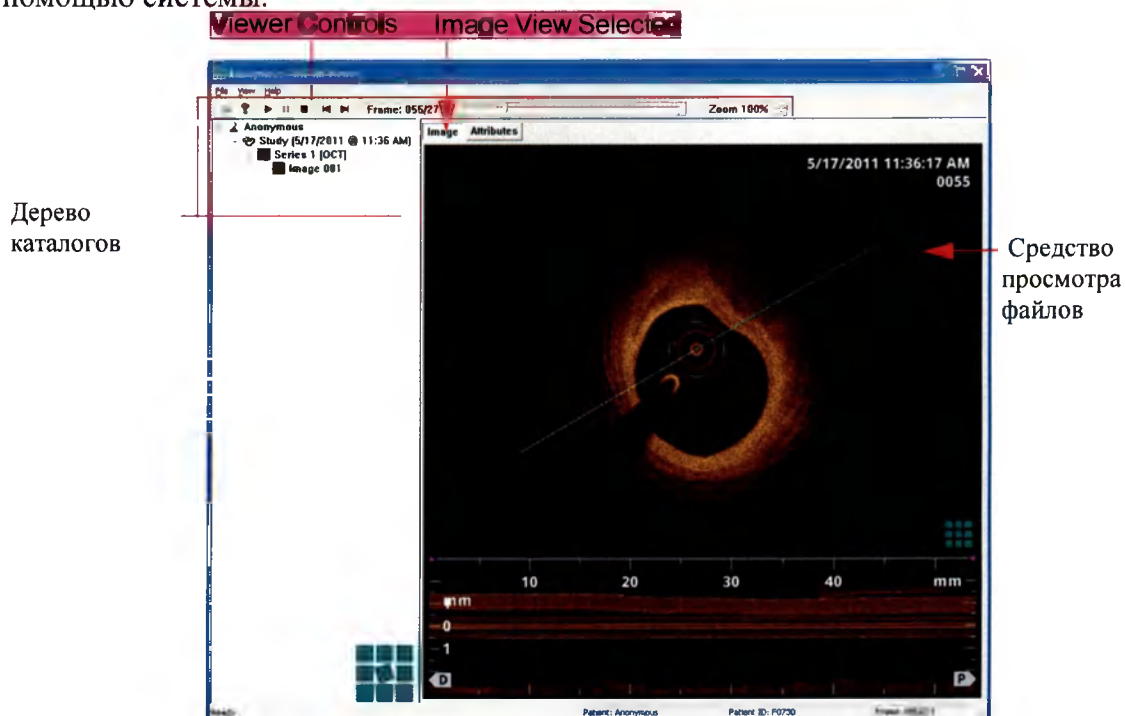

Рисунок 8-5: Средство просмотра изображений St. Jude Medical DICOM Viewer — окно изображений
При экспорте файла изображения на компакт- или DVD-диск в формате DICOM на диск также записывается средство просмотра изображений St. Jude Medical DICOM Viewer (см. рис. 8-5). Затем этот компакт- или DVD-диск DICOM можно свободно распространять и использовать на любых компьютерах с ОС Microsoft Windows (данный компакт- или DVD-диск имеет настройку для автоматического запуска средства просмотра, после того как он вставлен в дисковод). Средство просмотра изображений St. Jude Medical DICOM Viewer может использоваться только для просмотра изображений DICOM на компакт- или DVD-диске с изображениями DICOM, сгенерированными системой St. Jude Medical. Если этот компакт- или DVD-диск будет использоваться на открытом форуме, следует использовать настройку «Anonymous» (анонимно) при экспорте изображения с помощью системы.
- вкладка **Image (изображение)** — содержит изображение, выбранное в дереве каталога DICOM (см. рис. 8-5). Если изображение является записью, то воспроизведением можно управлять с помощью кнопок воспроизведения на панели инструментов Viewer Controls (элементы управления средством просмотра) в верхней части средства просмотра. Изображение также может быть увеличено или уменьшено с помощью функции **Zoom (масштаб)** на панели инструментов.